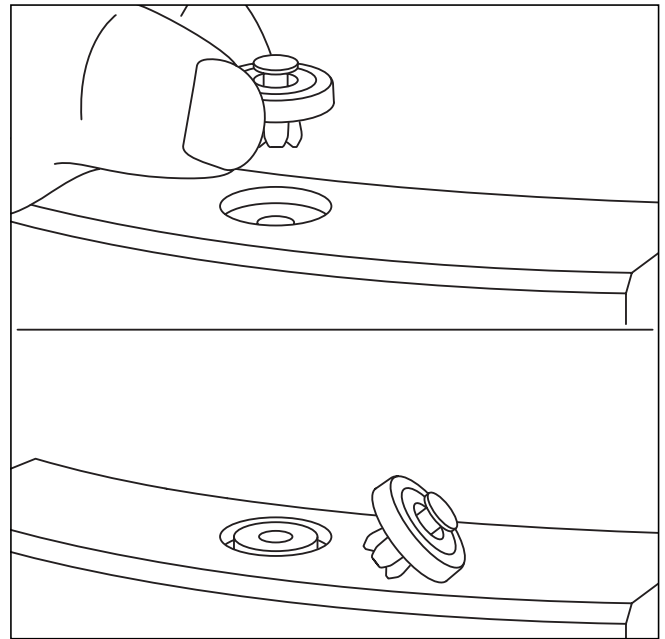

Abb. 8.7 Lösen des Federverschlusses
- Drücken Sie auf die unter der Bohrung liegenden Feder, z. B. mit einem Schraubendreher. (siehe Abb. 8.7).